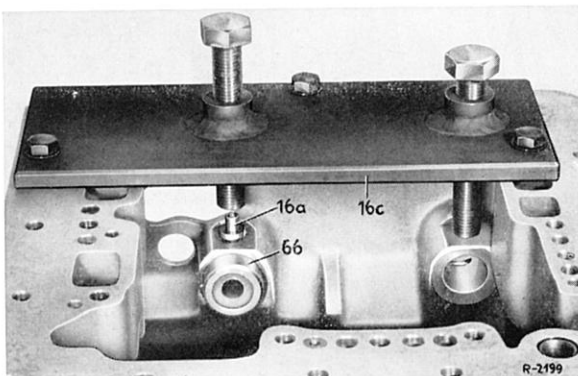

Bild 27–11/44
2 Hebel (130) einlegen und Lagerbolzen (82) unter Verwendung einer M 6-Schraube einsetzen (Bild 27–11/41).